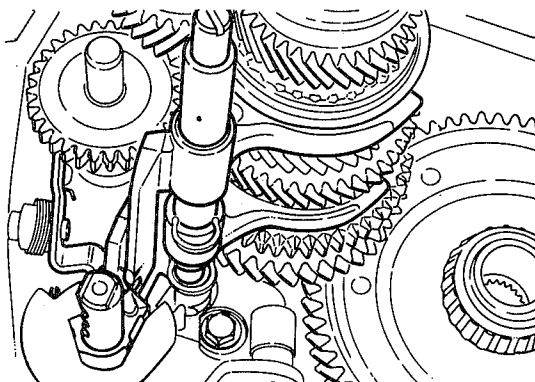

fig. 60
15. Remover os anéis-trava do eixo-guia dos garfos seletores (fig. 60) — caixa de mudanças de 5 marchas